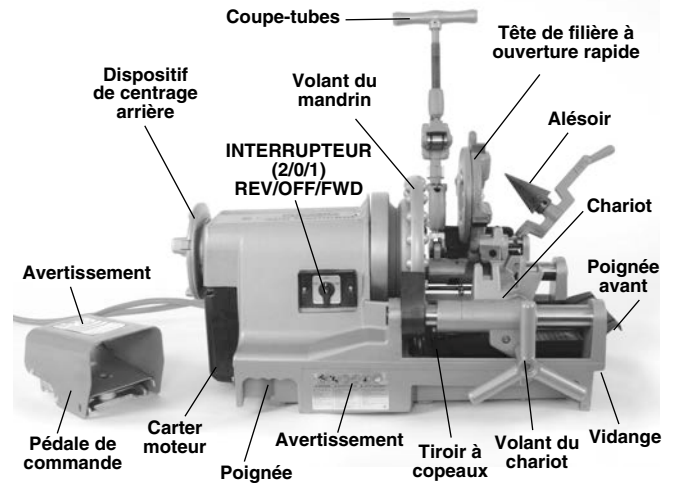

Figure 1 – Fileteuse 300 Compact
- La présence et la lisibilité des étiquettes de sécurité (Figures 1 et 2).